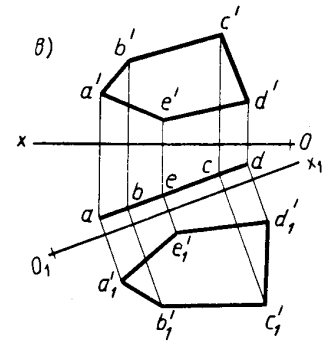

Рисунок 1
**Задание 1:** Определить действительную величину треугольника (варианты 1—6, табл. 1, рис. 1, а), четырехугольника (варианты 7—12, табл. 2, рис. 1, б) и пятиугольника (варианты 13—18, табл. 3, рис. 1, в) способом перемены плоскостей проекций.